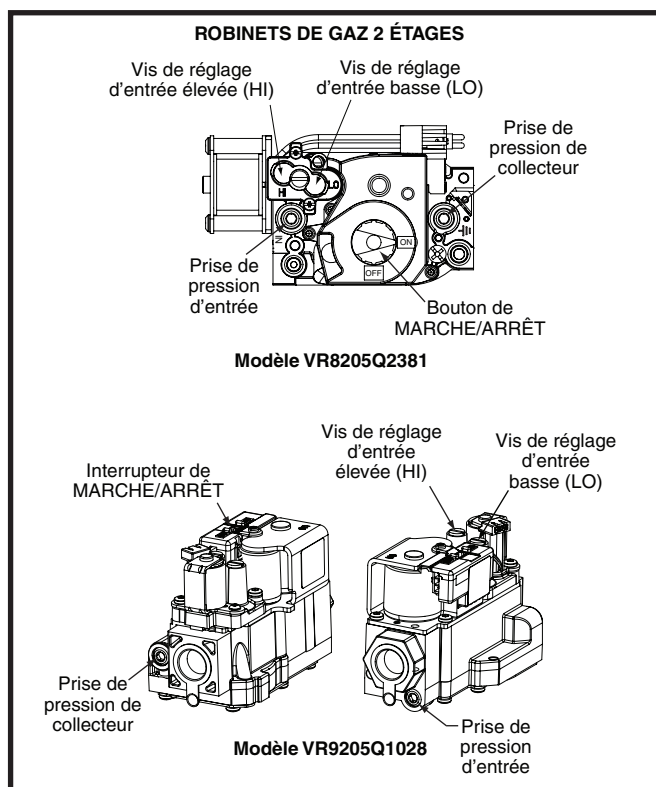

Figure 25. Vis de réglage d'entrée HI et LO (élevé et faible)
- c. Au moyen d'une clé hexagonale, tourner la vis de réglage d'entrée « LO » (faible) du côté « LO » du régulateur pour ajuster le réglage de débit réduit ou tourner la vis de réglage d'entrée « HI » (élevé) du côté « HI » du régulateur pour définir le réglage de plein débit. Consulter la Figure 25 \(page 25\). **REMARQUE :** Tourner la vis de réglage dans le sens horaire augmente la pression et dans le sens antihoraire réduit la pression.